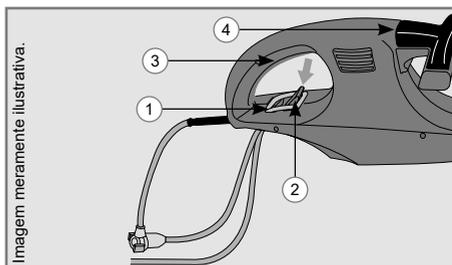

Fig. 1
- ✓ Dobre a extensão elétrica e passe pelo orifício (1) e em seguida encaixe na presilha (2) (Fig. 1).
- ✓ **Ligar** - Pressione a chave liga/desliga de duplo acionamento (3 e 4) (Fig. 1).
- ✓ **Desligar** - Solte a chave liga/desliga de duplo acionamento (3 e 4) (Fig. 1).